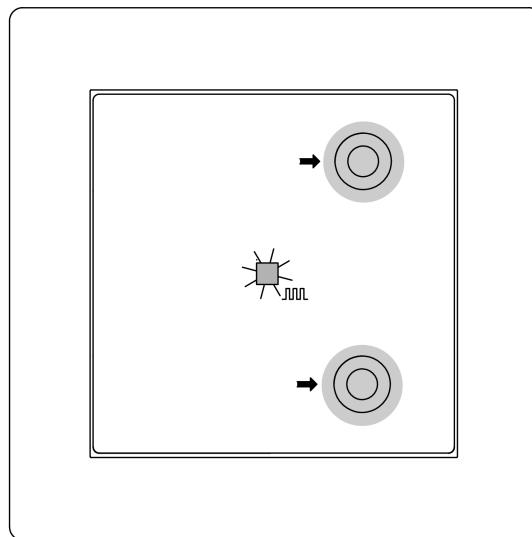
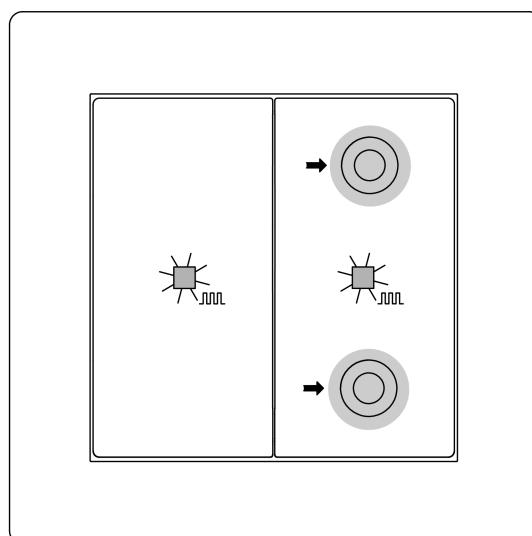

Bild 5: Programmiermodus aktivieren (1fach)
Bild 6: Programmiermodus aktivieren (2fach)
(siehe Bild 5) und 2fach (siehe Bild 6)**
- Programmiermodus aktivieren: Taste oben rechts und Taste unten rechts gleichzeitig drücken und für > 4 Sekunden halten bei 1fach (siehe Bild 5) und 2fach (siehe Bild 6).